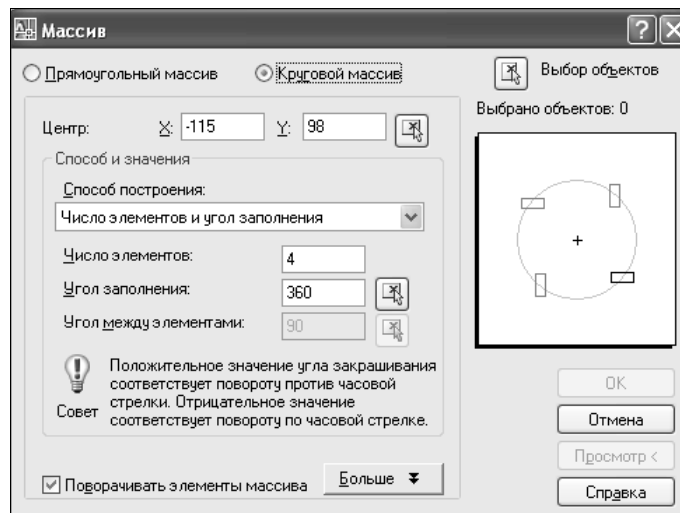

Рисунок 20 – Диалоговое окно «Массив» (круговой)
- 3 В диалоговом окне «Массив» (рис. 20) – выберите «Круговой массив».